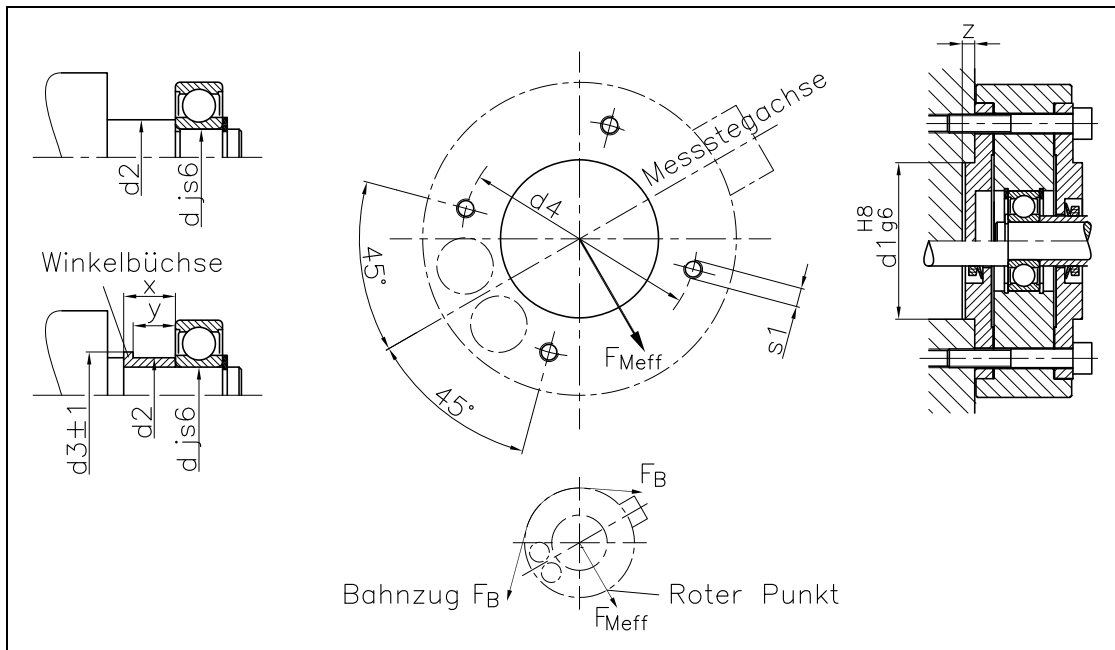

Bild 3: Anschlussmasse
In die Kraftmesslager können Rillenkugellager, Pendelkugellager, Zylinderrollenlager und Pendelrollenlager eingebaut werden (siehe auch „6. Lieferprogramm Wälzlager“). Die Wellenenden, welche die Wälzlager-Innenringe aufnehmen, werden gemäss **Bild 3** und Masstabelle bearbeitet.
Die Kraftmesslager werden über ihre Deckel in der Aufnahmebohrung d1 des Maschinenrahmens bzw. der Lagerböcke zentriert (**Bild 3**). Für jedes Kraftmesslager müssen 4 Befestigungsgewinde s1 am Maschinenrahmen bzw. Lagerbock angebracht werden. Die Lage der Gewindebohrungen ist abhängig von der gewählten Einbaustellung der Kraftmesslager. Die Bohrungen liegen symmetrisch zum Messsteg und damit auch zur effektiven Messkraft F_{Meff} (**Bild 3**).
- Offenen Deckel und Papierdichtung auf der richtigen Seite ins Kraftmesslager einsetzen, so dass die Lage des roten Punktes und des Anschlusssteckers der gewünschten Einbaulage entsprechen (**Bild 3**).